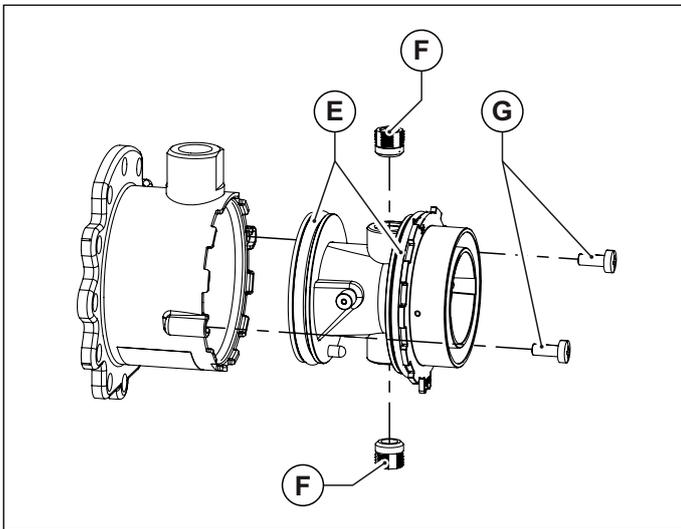
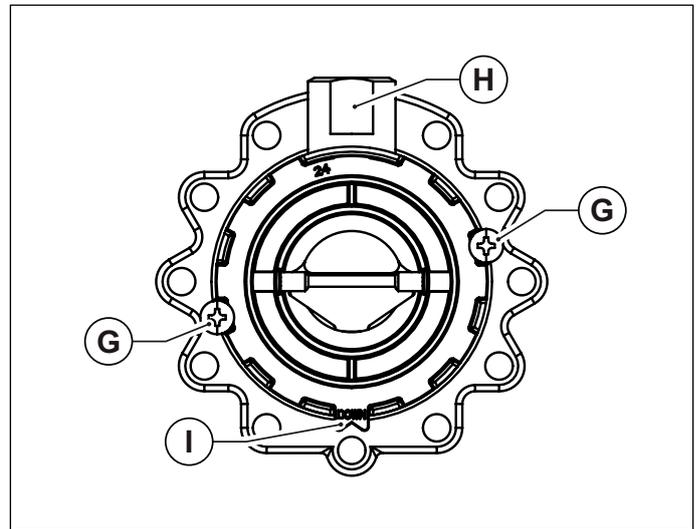

Abb. 25 Kunststoffkörper des Mischers
Abb. 26 Montagelage
- Den Kunststoffkörper der Mischeinrichtung nach Lösen der beiden Befestigungsschrauben abziehen (siehe Abb. 25 Kunststoffkörper des Mischers).
- Beide Gas-Düsen der Mischeinrichtung mit einem 6 mm Innensechskantschlüssel lösen/herausdrehen (siehe Abb. 25 Kunststoffkörper des Mischers).
- Den Kunststoffkörper (Venturi) erneut montieren und ihn dabei, in der richtigen Position in die Mischeinrichtung einsetzen und mit den Befestigungsschrauben fixieren, dabei darauf achten, dass die O-Ringe, die an den Enden des Kunststoffkörpers (siehe Abb. 25 Kunststoffkörper des Mischers) sitzen, nicht beschädigt werden und die Montagerichtung einhalten (siehe Abb. 26 Montagelage).
- Die zusammengesetzte Mischeinrichtung mit den Innensechskantschrauben am Gebläse montieren und dabei darauf achten, dass die O-Ringe zwischen dem Mischer und dem Gebläse positioniert sind (siehe Abb. 25 Kunststoffkörper des Mischers).